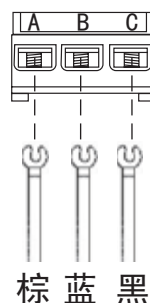

图15
- 将连接电缆如下图将头部弯折，并分别按不同颜色的线牢固的固定到接线盖板相对应的位置，紧固力矩（5kgf.cm）。（如图15）
- 连接电缆连接结束后，必须按图15所示装上接线盖板。
- 然后用手将面框右下角风室下盖板 ①、② 处的钩子沿箭头相反方向推紧，装上风室下盖板。